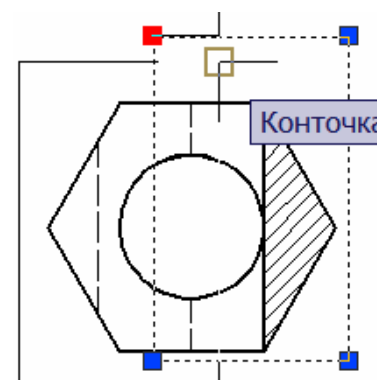

Рис. 5.36
20. Самостоятельно изменить размер рамки горизонтального разреза с привязкой **Конточка (Endpoint)** к угловой точке рамки вида сверху (рис. 5.36).